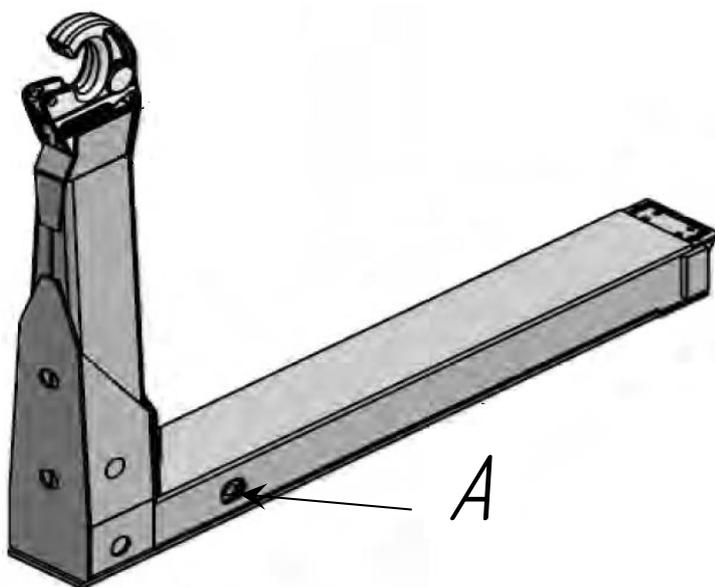

Рисунок 1.9 – Рама крюковая
1.2.4.2 Рама крюковая (рисунок 1.9) перемещается внутри короба передней рамы гидроцилиндром по направляющим антифрикционным вкладышам. Гидроцилиндр соединен с крюковой рамой осью, установленной в отверстие «А». Оборудование снабжено специальным замком, препятствующим самопроизвольному разъединению с петлей сменного кузова.